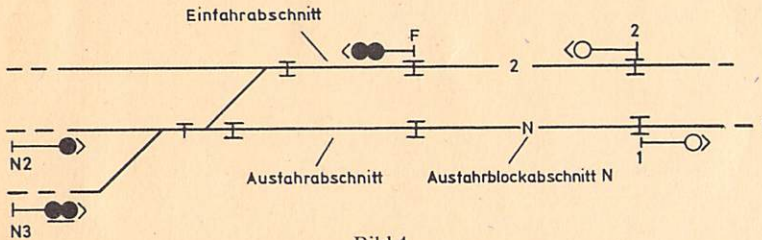

Bild 4
- (3) Die Selbstblocksignale werden in der Regel zusammen mit den Bahnhofssignalen auf Tag- oder Nachtspannung umgeschaltet. Beim Umschalten ist die Anzeige des zugehörigen Tag/Nachtspannungsmelders zu beobachten. Er wechselt die Ausleuchtung erst, wenn alle Selbstblocksignale umgeschaltet sind. Befindet sich der Tag/Nachtspannungsmelder für die Selbstblocksignale bei einer benachbarten Betriebsstelle, hat diese die Umschaltung zu veranlassen. **Tag/Nachtschaltung**
- (4) Für die selbsttätige Gleisfreimeldung werden Gleisstromkreise oder Achszähler verwendet. Die Blockabschnittsmelder sind in Grundstellung dunkel (Blockabschnitt nicht besetzt); sie leuchten rot bei besetztem Blockabschnitt. **Gleisfreimeldung**
- (5) a) Ausfahrtsignale und Blocksignale von Abzweigstellen können auf Fahrt gestellt werden, wenn der Melder des Ausfahrblockabschnittes (vgl. Bild 4) und der Ausfahrsperrmelder dunkel sind. **Fahrt auf die Strecke**